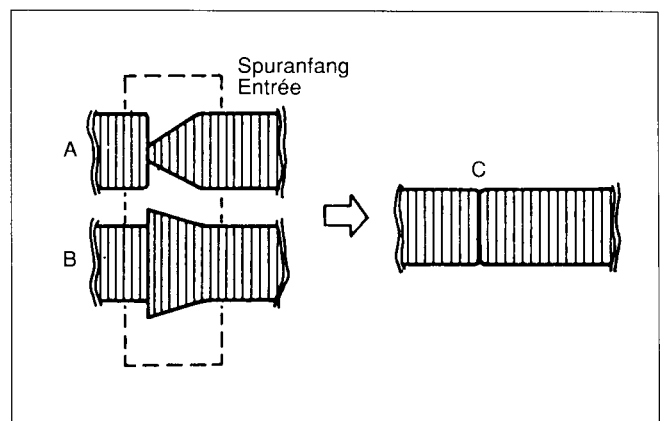

Fig. 49
- Wenn die Hüllkurve dem Beispiel "A" oder "B" in Fig. 49 gleicht, ist eine Justierung des Bandführungsstiftes P2 (Kopfeintritt) notwendig.
- Den Bandführungsstift P2 mit dem Einstellschraubendreher so einstellen, daß die Hüllkurve im Kopfeintritt flach wird, siehe "C" in Fig. 49.
- Si la courbe enveloppe correspond à l'exemple "A" ou "B" de la Fig. 49, un réglage du guide-bande P2 (entrée de têtes) est nécessaire.
- Régler le guide-bande P2 avec le tournevis spécial de sorte que la courbe enveloppe, à entrée de têtes, soit plate (voir Fig. 49 "C").